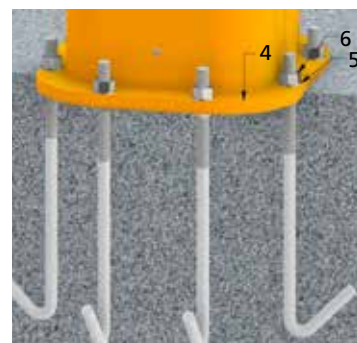

fig.27
3. Erigere la colonna priva di braccio, sollevandola nella parte superiore con idonee attrezzature dopo averla imbracata come indicato, montarla sulla cornice di fondazione posizionando correttamente la piastra di base 4 e accostare i dadi 6, previa interposizione delle relative rondelle piane 5 (fig. 27).
Donati Sollevamenti SRL declina ogni responsabilità in caso di eventuali fissaggi diversi da quelli riportati in fig. 27 e fig. 28.